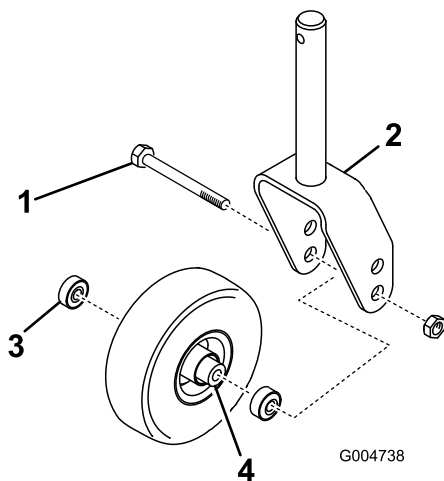
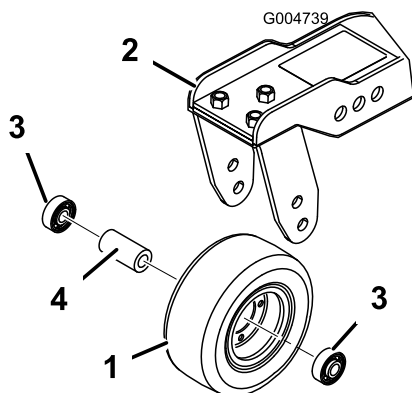

Рисунок 79
Рисунок 80
1. Снимите контргайку с болта, удерживающего узел поворотного колеса между вилкой (Рисунок 79) или рычагом поворотного колеса. Рисунок 80 Захватите поворотное колесо и выньте болт из вилки или поворотного рычага.
2. Извлеките подшипник из ступицы колеса и дайте выпасть проставке подшипника (Рисунок 79 и Рисунок 80). Снимите подшипник с противоположной стороны ступицы колеса.